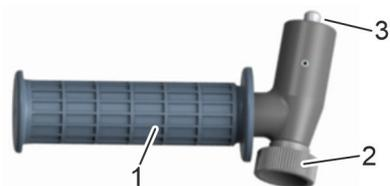

Рис. 8: Регулировка держателя
2. ➔ При наличии убедиться, что держатель закреплен в месте соединения (Рис. 8/3) с кассетным гайковертом.
3. ➔ Отрегулировать держатель (Рис. 8/1). Для этого отпустить колесико (Рис. 8/2), повернуть держатель в нужное положение и затянуть колесико.